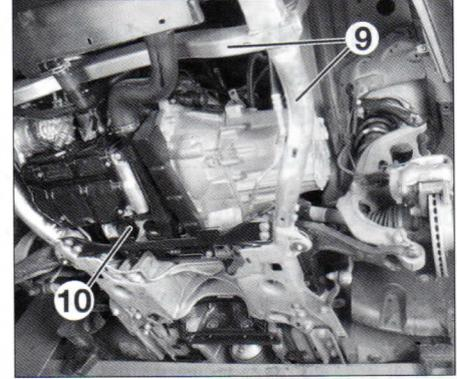
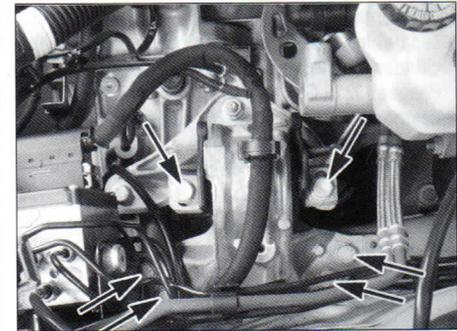

FIG. 5
FIG. 6
- el cuadro de refuerzo de la cuna (9) (fig. 5).
- el tirante antibasculamiento (10).
- el soporte de la caja (fig. 6).